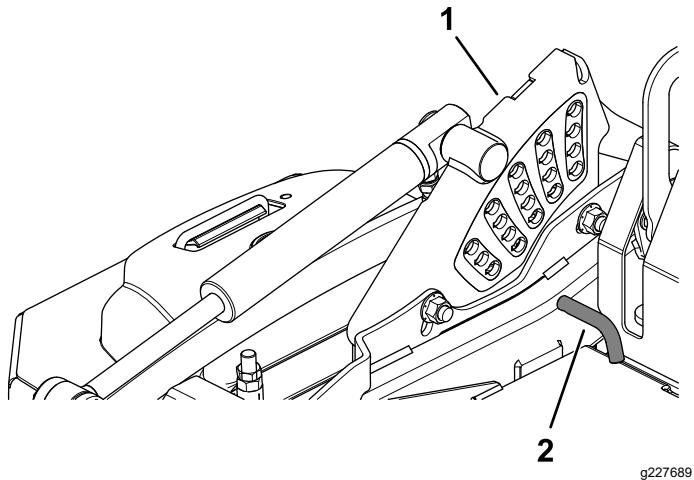

Figura 25
2. Rode o pino de altura de corte até que o pino fique alinhado com as ranhuras nos orifícios no suporte da altura de corte e remova-o (Figura 25).
3. Insira o pino da altura de corte no furo correspondente da altura de corte pretendida (Figura 25).